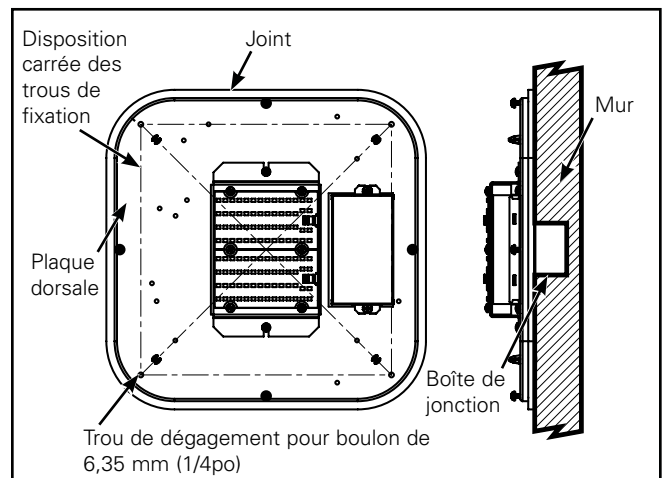

Figure 4 Installation du modèle plat
3. Centrez la plaque centrale sur un plafond ou mur plat et lisse au-dessus de la boîte de jonction. Utilisez la plaque centrale comme modèle pour disposer les emplacements des fixations. (Figure 4.)